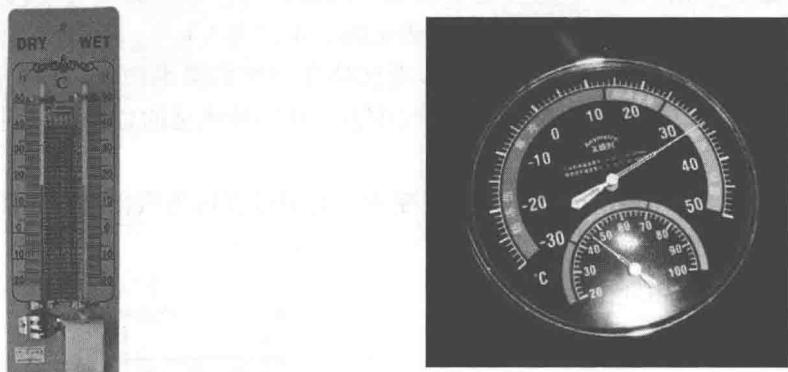

图 1-6 干湿球温度计（干湿计）
(4) 湿度的测量 湿度的测量通常用干湿球温度计，干球温度就是普通的温度计。湿球温度计是将干球温度计的玻璃球处包上纱布，再将纱布浸在水中，如图 1-6 所示，水便在毛细管的作用下湿润温度计，由于湿纱布上的水分蒸发需要吸收相应的汽化热，湿球温度计上的读数将要比干球温度计上的读数低一些，此时湿球温度计所指示的温度叫湿球温度。通过计算干球温度和湿球温度的差值，就可以算出空气的湿度。干湿球温差越大，表明空气越干燥，反之，空气越潮湿。标准湿球温度应在感温球周围有 3~5m/s 的风速。